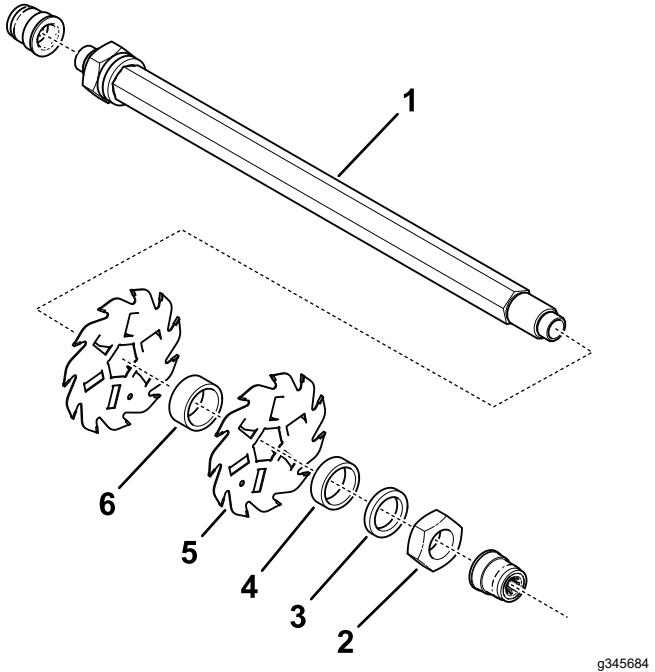
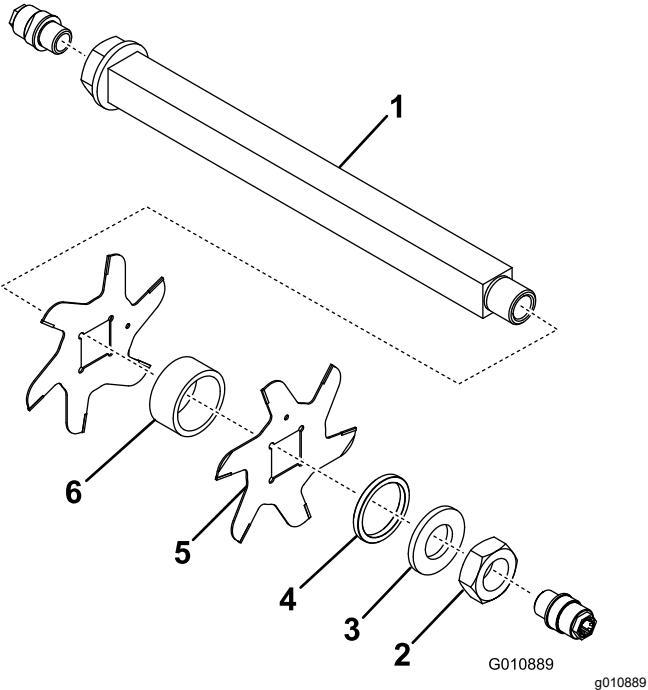

Рисунок 14
Рисунок 15
- Снимите малый разделитель (разделители), шайбу (только модель 03619), ножи и большие разделители. Очистите и смажьте шестигранный или квадратный вал небольшим слоем смазки, чтобы облегчить сборку (Рисунок 15 или Рисунок 14).